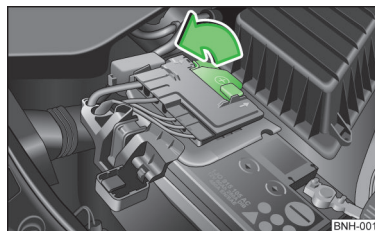

Fig. 130
- Rabattez le cache dans le sens de la flèche » fig. 130.